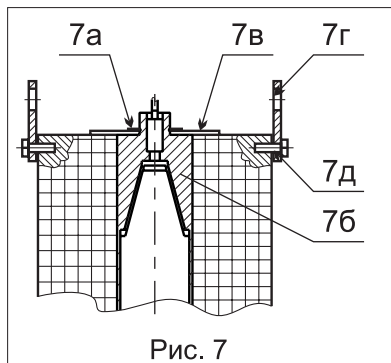

Рис. 7
4.5.4 Снятие электромагнитной катушки производите в следующей последовательности (рис. 7):